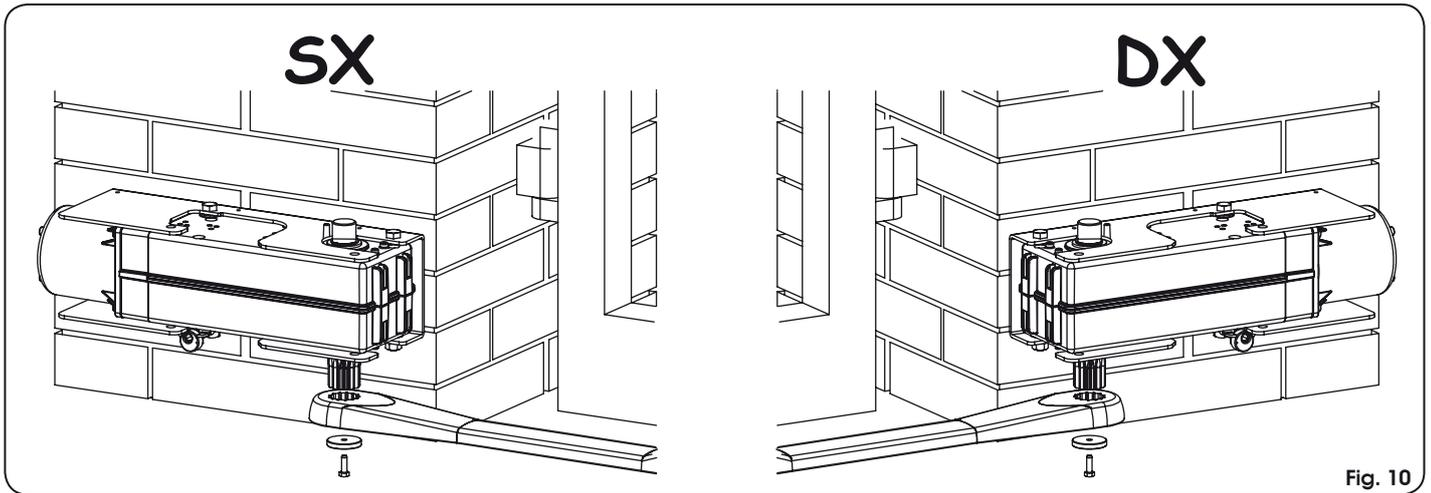

Fig. 10
- Den geraden Hebel des Gelenkarms in die Welle des Getriebemotors einstecken und mit der mitgelieferten Schraube und Unterlegscheibe befestigen (Abb. 10).
- Die Schutzabdeckung auf dem Operator anbringen (Abb. 10).